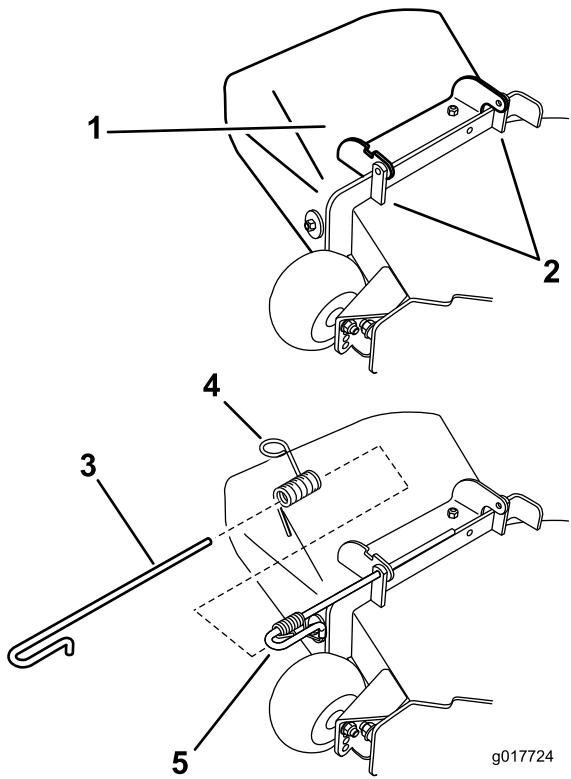

Figura 76
- Desengate a mola da ranhura no suporte do deflector e deslize a barra para fora dos suportes soldados da plataforma, mola e deflector de descarga (Figura 76). Retire o deflector de relva danificado ou gasto.
2. Posicione o novo deflector de descarga com as extremidades do suporte entre os postes soldados na plataforma como se mostra em Figura 76.